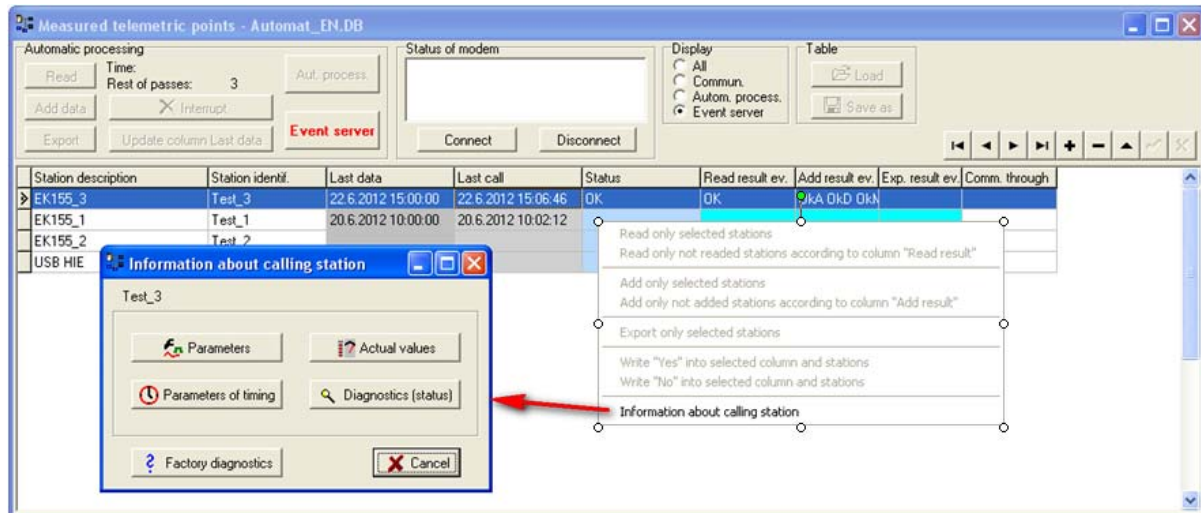

Fig. 71 Brevi informazioni sulla stazione che chiama
Se la riga della stazione pertinente mostra un menu locale dopo avere cliccato il tasto destro del mouse, si possono recuperare le informazioni di base sulla stazione che chiama (Fig. 71), ossia la sua parametrizzazione, lo stato diagnostico interno e i valori immediati delle voci misurate nel momento in cui la stazione viene letta e i parametri di determinazione dei tempi (per es. l'impostazione degli orologi temporizzatori, nel momento in cui termina la comunicazione con il dispositivo).
– se questa selezione è stata impostata nelle schede Events Parameters) – vedere colonna 16.5.4. Questa nuova impostazione sovrascrive l'impostazione della stazione originale, che può essere visualizzata, secondo quanto descritto prima, cliccando su **Parameters** nella finestra **Information about a station that is calling** (Fig. 71 Brevi informazioni sulla stazione che chiama ).